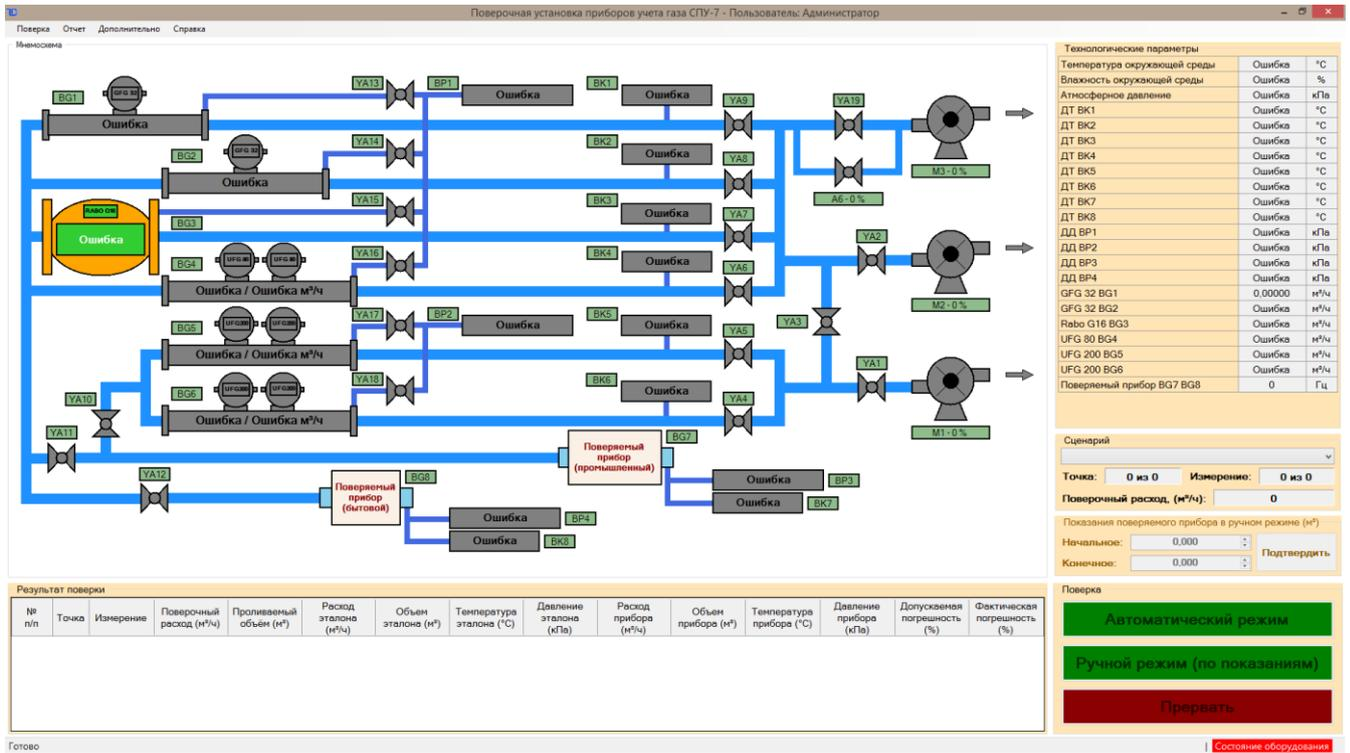

Рисунок 1 - Главное окно ПО
2.4.3 Главное окно ПО «SPU\_Gas\_Meter» имеет вид рис. 1 состоит из следующих областей: